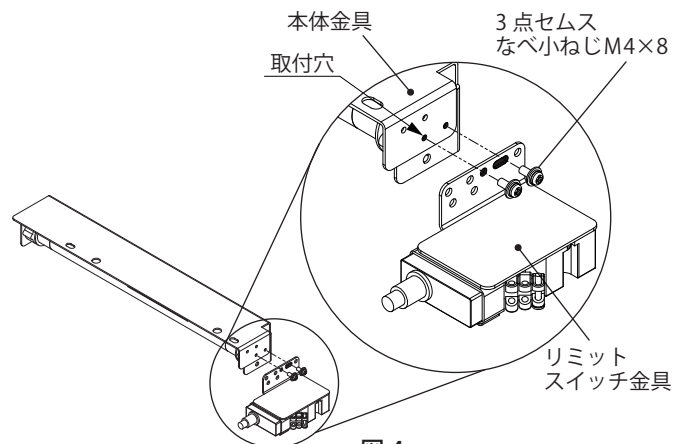

図4
1. リミットスイッチ金具にある3点セムスなべ小ねじ M4×8 (2カ所) を取外してください。(図4)
2. 本体金具とリミットスイッチ金具を3点セムスなべ小ねじ M4×8 (2カ所) にて取付けてください。(図4)